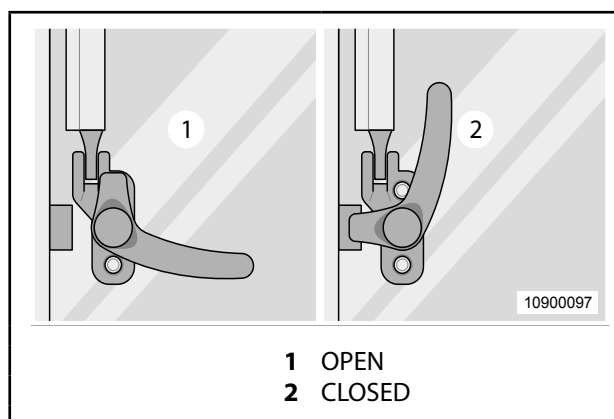

Fig. 37 Quarter vent locking mechanism
2. Also turn the standout locking lever to position » OPEN « (Fig. 37, item 1).
2. Turn the window locking lever to position » CLOSED « (Fig. 37, item 2).
3. Also turn the standout locking lever to position » CLOSED « (Fig. 37, item 2).